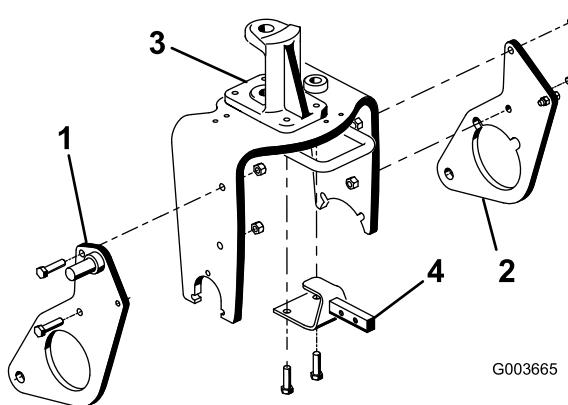

図 6
1. (1/2 x 2 インチ) を参照し、ボルト2本（図 6）とロックナットを使って、右側プラウ・プレートをキャスター・フォークの右側に仮止めする。この時点ではまだ本締めしないこと。
2. 同じ要領で、左側プラウ・プレートの取り付けも行う（図 6）。
4. ステアリング・ピボットをキャスター・フォーク上部に固定しているボルト2本を外して捨てる（図 6）。
5. キャスター・フォークの穴とステアリング・ピボット取り付け穴を使って、ヒッチ・フレーム・ブラケットをキャスター・フォークの下側に取り付け、ボルト2本 (1/2 x 1-3/4 インチ) で固定する（図 6）。すき間が足りなくて作業しにくい場合は、タイヤの空気を少し抜いてすき間を作る。